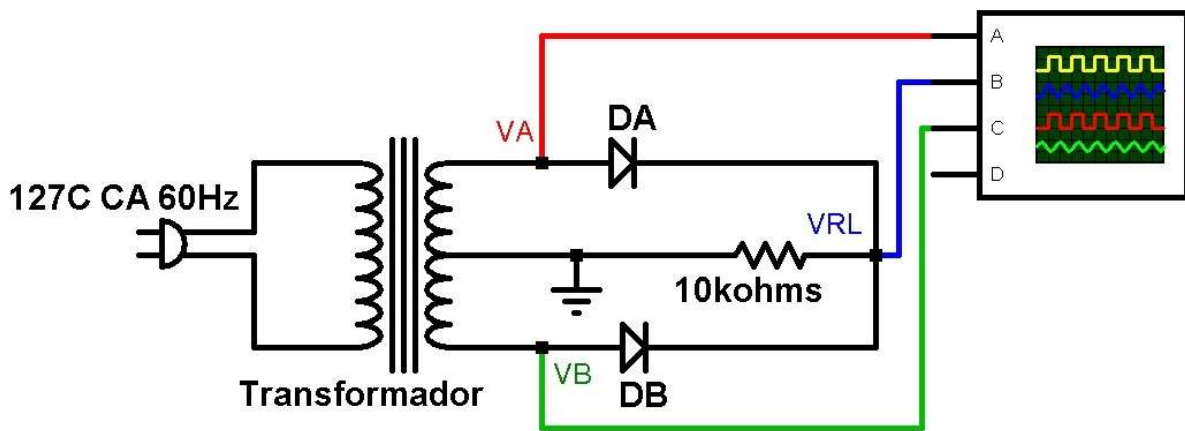

Fig. 10.- Circuito rectificador de onda completa mediante transformador con TAP central.
5. Armar el rectificador de onda completa utilizando el TAP central (con 2 diodos) y medir con el multímetro y osciloscopio los voltajes de rms y CD. Comparar con los cálculos realizados previamente (Fig. 10).